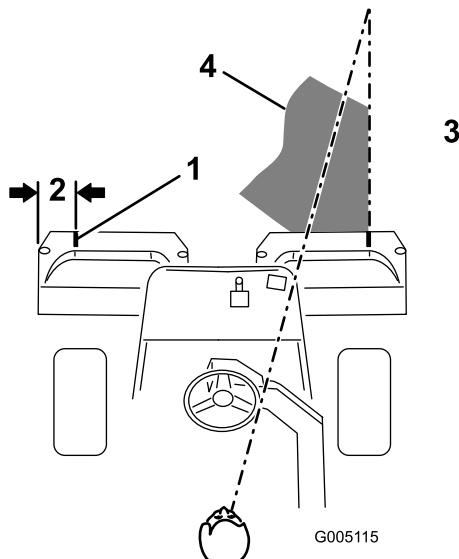
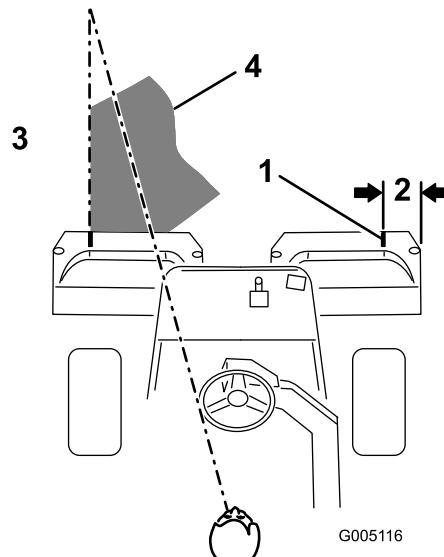

Figura 33
Figura 34
- Applicate una striscia adesiva bianca, oppure tracciate una linea con della vernice bianca, su ciascun cestello, parallela al bordo esterno del cestello stesso (Figura 33).
3. Durante le passate di ritorno sovrapponete uno spazio minimo alla falciatura precedente. Per tosare in linea retta il green e mantenere la macchina alla medesima distanza dal bordo della falciatura precedente, immaginate una linea da 1,8-3 m circa davanti alla macchina fino al bordo della sezione di green da tosare (Figura 33 e Figura 34). Potrebbe essere utile includere nella linea di collimazione il bordo esterno del volante, vale a dire, tenere allineato il bordo del volante con un punto che si trovi sempre alla stessa distanza dalla parte anteriore della macchina (Figura 33 e Figura 34).